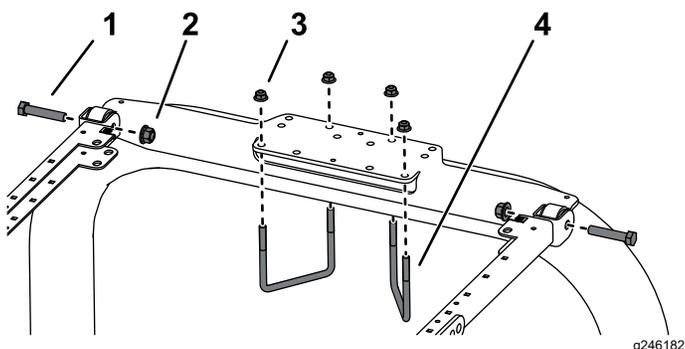

Figura 3
1. Posizionate la staffa di montaggio del ROPS sulla parte superiore del roll bar del trattorino (Figura 3).
2. Montate il gruppo del telaio sulla staffa di montaggio del ROPS (Figura 3).
3. Utilizzando i fori di montaggio illustrati nella Figura 3, montate la staffa di montaggio del ROPS sulla parte superiore del roll bar con 2 bulloni a U ($4\frac{1}{2}$ " x 4") e 4 dadi flangiati.